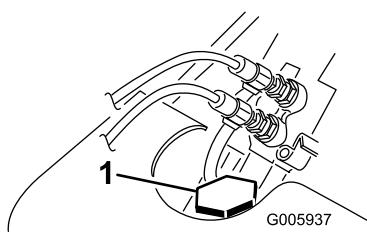

Рисунок 15
3. Снимите крышку заливной горловины радиатора и проверьте уровень охлаждающей жидкости (Рисунок 15).